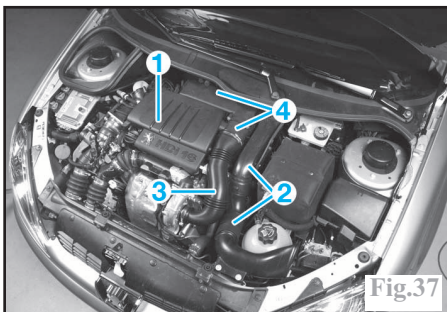

Fig.37
- le cache moteur (1) (Fig.37).
- les deux parties du conduit d'entrée d'air (2).
- la conduite d'entrée d'air (3) du turbo-compresseur.
- l'ensemble couvercle supérieur de filtre à air / débitmètre (4).